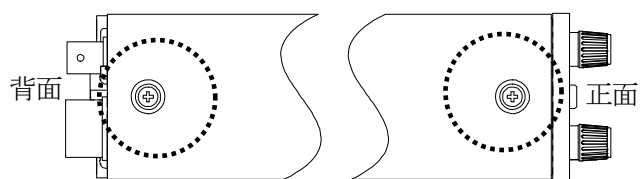

図7-6
2. 本体上面(図7-6)の前後2本のネジ(M3)を取り、本体カバーを取り外します。